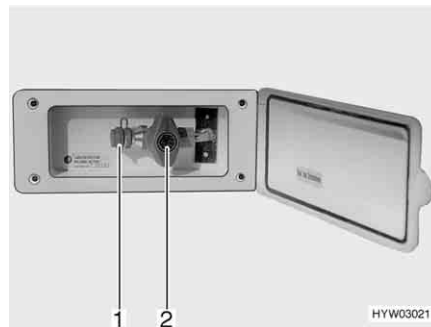

Fig. 120 Raccordement externe de gaz avec robinet d'arrêt de gaz fermé
Le raccordement externe de gaz (Fig. 120) se trouve, selon les modèles, à l'arrière ou sur le côté gauche ou droit du véhicule.
- Raccorder l'appareil à gaz externe sur le raccord (Fig. 120,1).
- Ouvrir le robinet d'arrêt de gaz (Fig. 120,2).